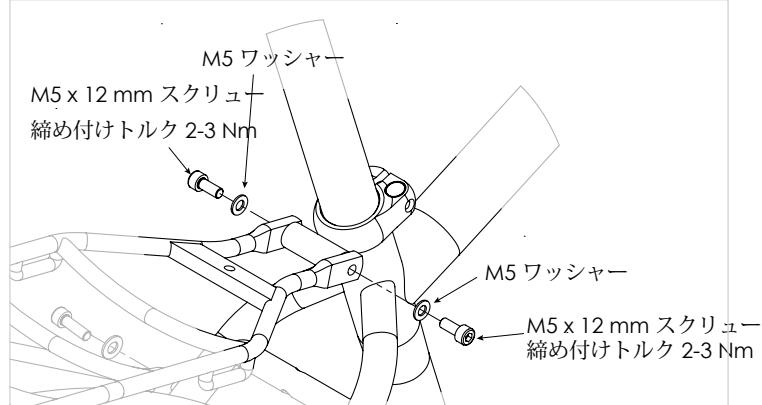

図 11
- 2本のM5 x 12mmネジとM5ワッシャを使ってミニマリストをラックロックに取り付けます(図11)。
- ミニマリストラックをラックロックに2-3Nmのトルクで締め込みます(図11)。